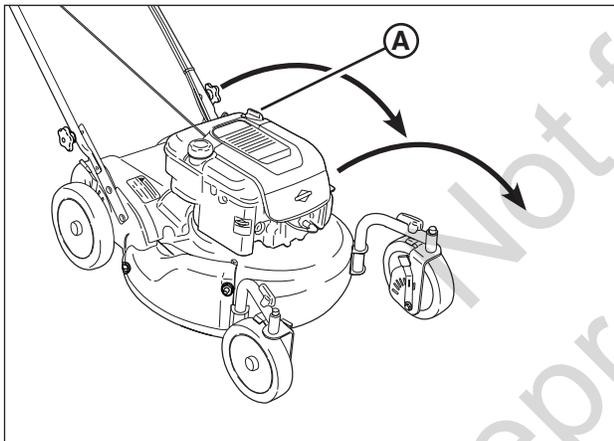

Figure 13: Vidanger l'huile du moteur
2. Retirez la jauge d'essence (**A, Figure 13**), puis renversez la tondeuse sur son côté. Laissez l'huile se vidanger en la faisant passer du tube du graisseur dans un récipient approprié. Éliminer l'huile usagée de façon appropriée.